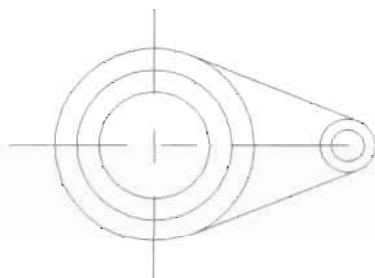

图 14-161
(3) 打开“切点”捕捉功能, 关闭其他类型的捕捉, 然后绘制两个圆的切线, 如图 14-161 所示。